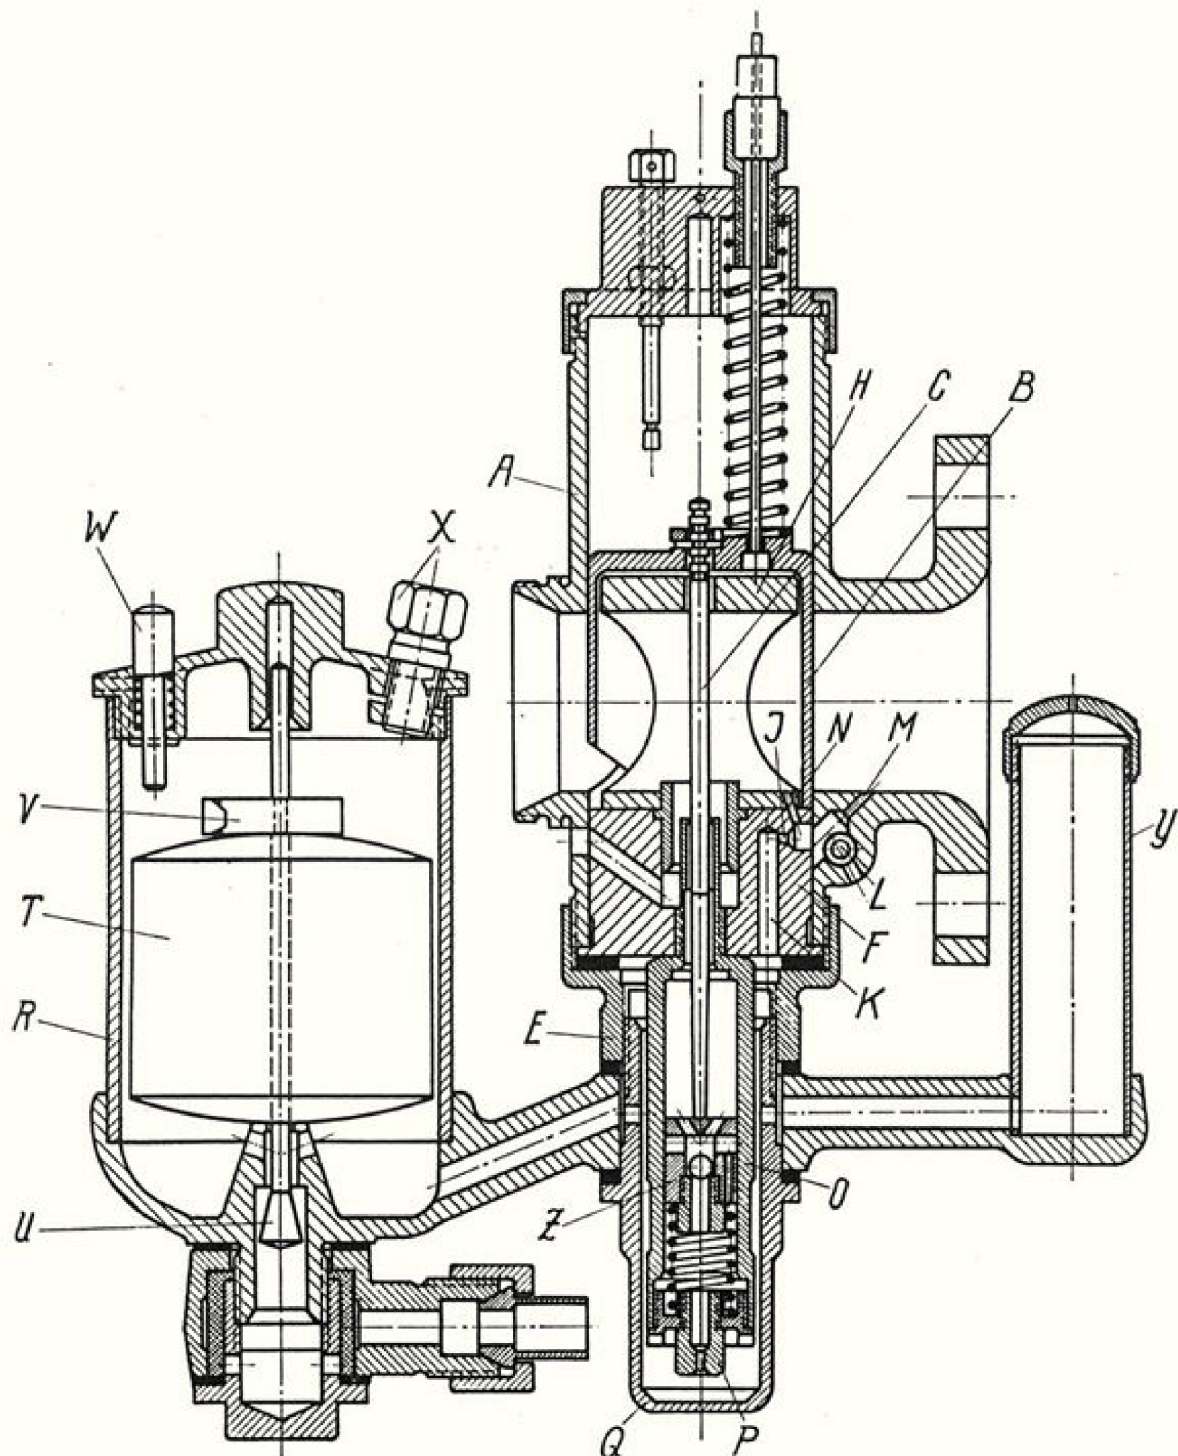

Abb. 24 Vergaser der 2-Vergaser-Tourenmaschine
R 12-Zweivergasermaschine muß zuerst die Klemmschraube **X** (Abb. 24) am Deckel gelöst werden, um den Deckel abschrauben zu können. Hierauf ist die Klemmfeder **V** auf der Schwimbernadel **U** zu entfernen, worauf nach Abnahme des Benzinleitungs-Anschlußstückes am Boden des Schwimmergehäuses die Schwimbernadel nach unten herausgenommen werden kann (Abb. 24).
b) R 12-Zweivergaser-Maschine. Für die R 12-Zweivergaser-Tourenmaschine werden zwei Amal-Einschieber-Pumpenvergaser verwendet, deren inneren Aufbau Abb. 24 zeigt.
Bei den Vergasern der **R 12- und R 17-Zweivergasermaschine** ist im Deckel des Schwimmergehäuses ein Tupper **W** **angeordnet**, der beim Niederdrücken das Schwimmerventil **U** offen hält, wodurch man sich vom ordnungsgemäßen Kraftstoffzufluß überzeugen kann. Beim Antreten des Motors wird den Düsen durch Betätigung des Tupfers **W** mehr Kraftstoff zugeleitet, wodurch der Motor ein kraftstoffreicheres Gemisch erhält, was wesentlich zur Erleichterung des Antretens beiträgt. Abb. 24 und 25. Über die Wartung der Vergaser siehe Seite 27.